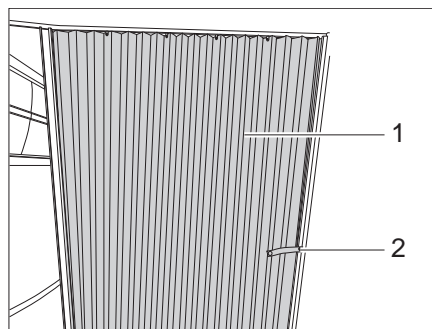

Fig. 150 Rideau pliant
- Détacher la bande de sécurité (Fig. 150,2).
- Tirer le rideau pliant (Fig. 150,1) en position de fermeture.
- Amener le rideau pliant (Fig. 150,1) dans la position d'ouverture.
- Fixer le rideau pliant avec la bande de sécurité (Fig. 150,2).